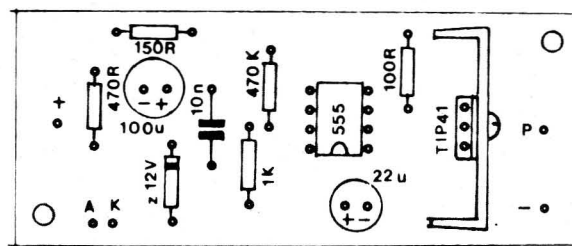

Fig.4
- **FIG. 4 - “CHAPEADO” DA MONTAGEM** - Agora vista pelo seu lado **não cobreado**, a placa do Impresso mostra todas as peças principais já em suas posições definitivas... Atenção aos seguintes itens: